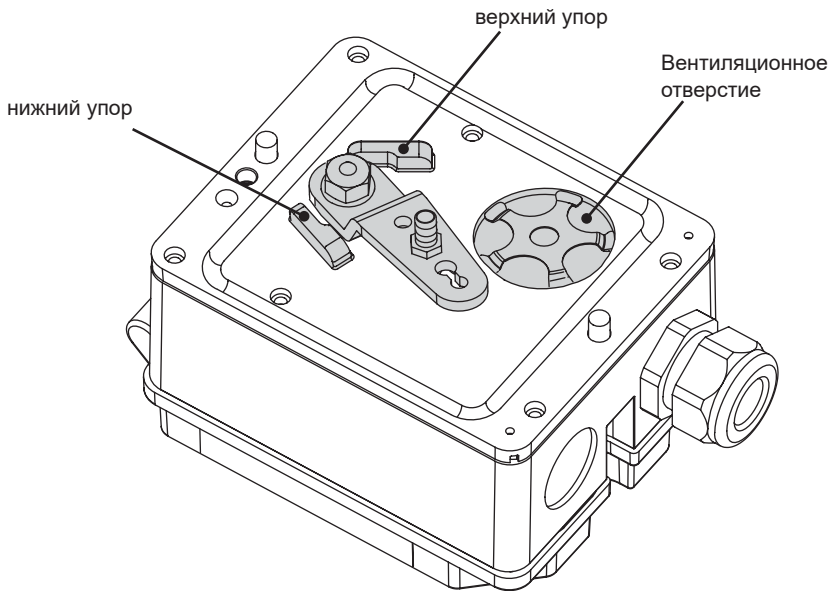

Рис. 5: Механические упоры и штуцер для сброса воздуха
→ Установите позиционер штуцером для сброса воздуха (Рис. 5) вверх.
1. Поверните рычаг до нижнего механического упора (см. Рис. 5) и, удерживая его, ослабьте гайку с помощью ключа SW 10 и снимите ее.